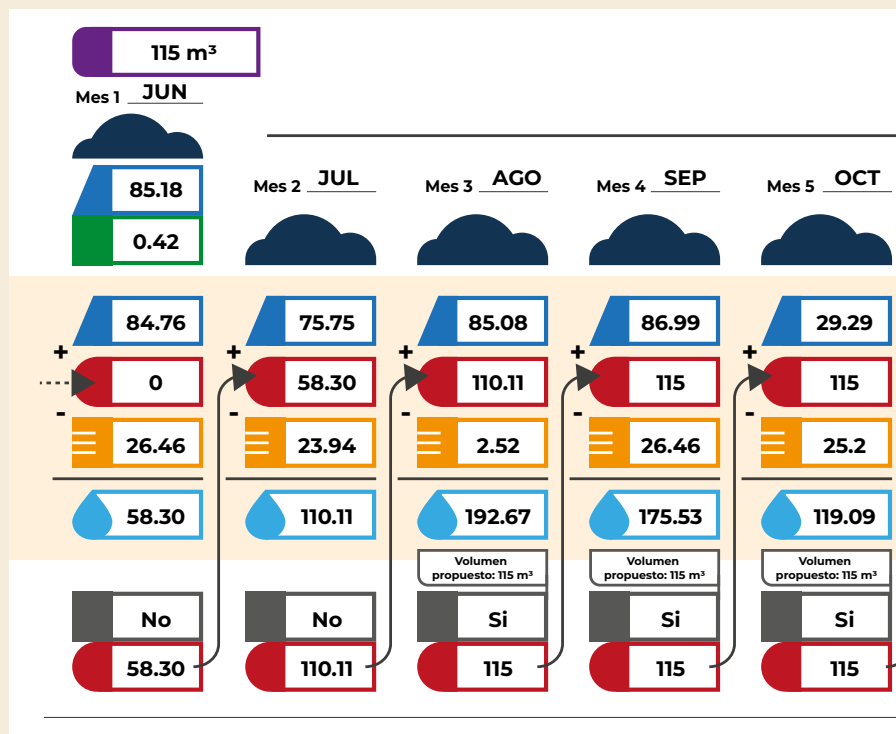

Figura 4.11: Parte del cálculo esquemático para seleccionar el volumen de la cisterna del ejemplo (escuela modelo)
Para mejor entendimiento de la dinámica de cálculo, se presenta el cálculo utilizando la tabla esquemática del anexo 3, para seleccionar el mejor volumen de la cisterna de la escuela modelo. En la Figura 4.11 se presenta parte de esta tabla, el cálculo completo se puede consultar en el anexo 5.
- La técnica de cálculo de la Figura 4.11 se realiza mes con mes.
- Hay meses en que llueve mucho, y la cantidad de agua que se puede almacenar sobrepasa la capacidad de la cisterna, por ejemplo, en el mes de agosto (Figura 4.11). Así, solo se considera el volumen total de la cisterna, el agua de más corresponde al desborde, y es conducida al drenaje. Las preguntas número 7, 8 y 9 permiten identificar esta situación.